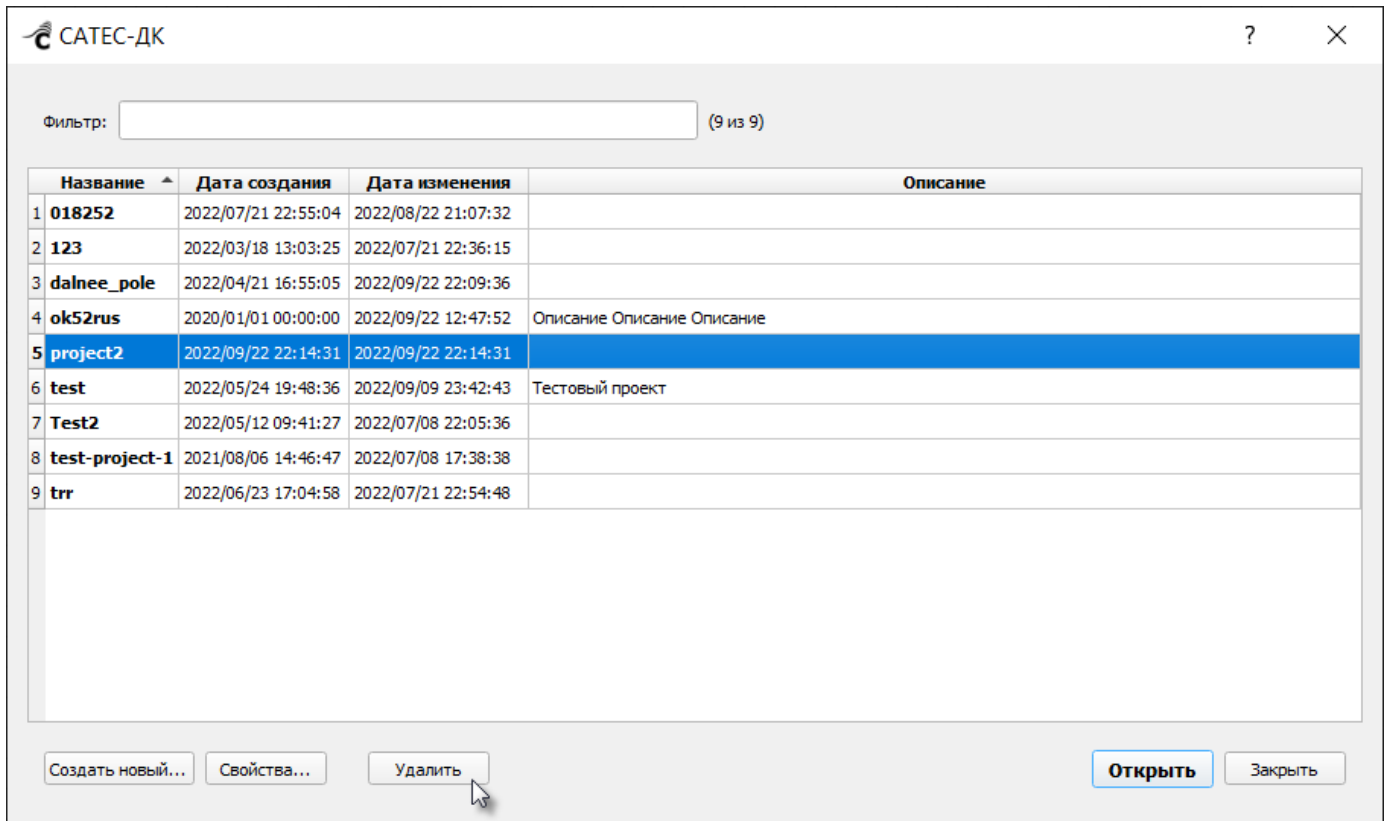

Рисунок 390 – Окно управления проектами, кнопка «Удалить»
3. В окне управления проектами (меню «Проект», команда «Открыть проект...») выбрать в таблице проект и нажать на кнопку «Удалить» (Рисунок 390).